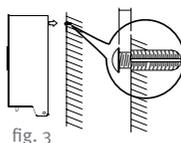

fig. 3
2. Passer la prise jack par le trou sur la platine arrière (fig. 3) et connecter sur le distributeur (fig. 4)
(fig.3)